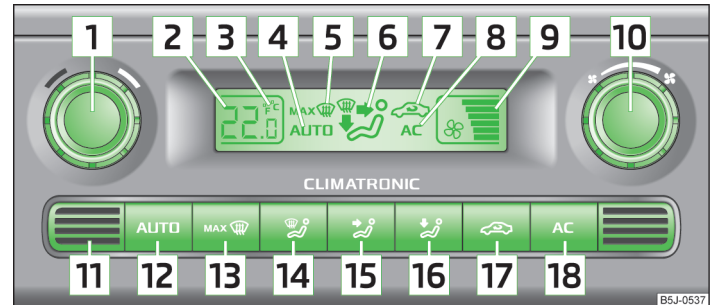

Fig. 84 Climatronic: Elementele de comandă
- (AC) 18 » fig. 84 la pagina 83.
- Apăsăți tasta (AUTO) 12 » fig. 84 la pagina 83.
Apăsăți și mențineți simultan apăsată tastele (AUTO) și (AC) » fig. 84 la pagina 83. Pe display se afișează datele în unitatea dorită de măsură a temperaturii.
În partea de jos a aparatului se găsește senzorul pentru temperatura din interior **11** » fig. 84. Nu lipiți nimic peste senzor și nu-l acoperiți, în caz contrar se poate influența în mod nefavorabil sistemul Climatronic.
» Apăsati tasta **(AUTO)** **12** » fig. 84 la pagina 83, pe afișaj apare **AUTO**.
» După punerea contactului, se poate regla temperatura din interior, cu ajutorul regulatorului rotativ **1** » fig. 84 la pagina 83.
» Apăsati tasta  **17** » fig. 84 la pagina 83, pe afișaj apare simbolul .
» Apăsati din nou tasta  **17** » fig. 84 la pagina 83, simbolul  dispare de pe afișaj.
➤ Rotiți regulatorul  » fig. 84 la pagina 83 spre stânga (reducerea turației ventilatorului) sau spre dreapta (mărirea turației ventilatorului).
➤ Apăsăți tasta   » fig. 84 la pagina 83.
➤ Apăsăți din nou tasta   » fig. 84 la pagina 83 sau tasta .